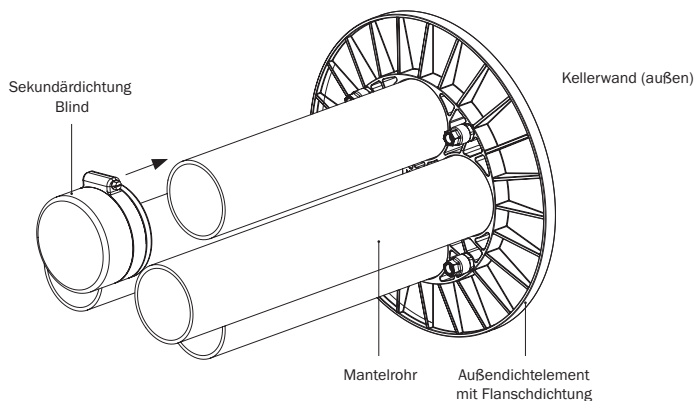

Abbildung 16.1: Sekundärdichtung Blind
- Schieben Sie die Sekundärdichtung Blind außenseitig bis zum Anschlag über das Mantelrohr. Ziehen Sie die Schlauchschelle der Sekundärdichtung Blind mit einem Drehmomentschlüssel (Steckschlüsseleinsatz SW 7) mit einem Drehmoment von 3 Nm an (s. Abbildung 16.1).